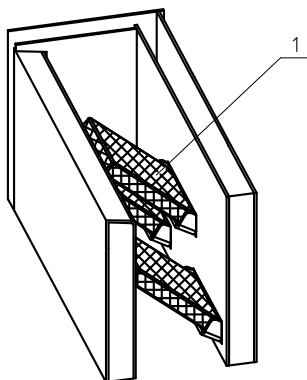

Рис.2 Схема установки шамотных кирпичей
5.4. Установка шамотных кирпичей котла показана на (Рис. 2 поз.1):
- Установите шамотные кирпичи (Рис.2 поз.1) так что бы один край кирпича лежал на скобе а второй опирался на противоположную стенку котла;